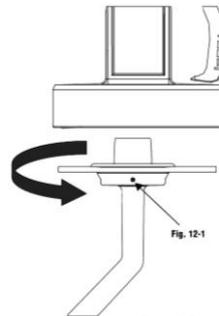

fig. 12
1. Dévissez le contenant et le tube d'aspiration avec le joint d'étanchéité du contenant (fig. 12).